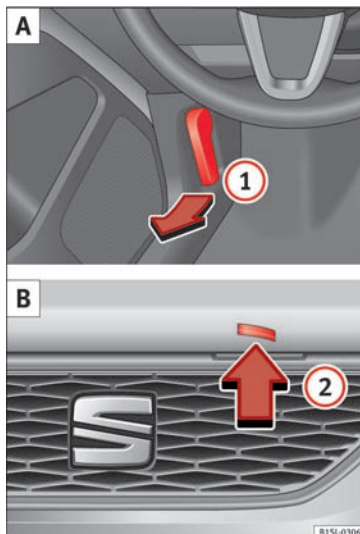

Fig. 105 A: Udløserarm i fodrummet i førersiden. B: Udløserarm på motorhjelm
- Inden du åbner motorhjelmen, skal du kontrollere, at viskerarmene ligger ind mod forruden » ①.
- Træk udløserarmen ① i pilens retning » **Fig. 105 A**. Motorhjelmen springer ud af »